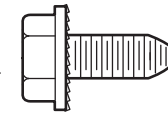
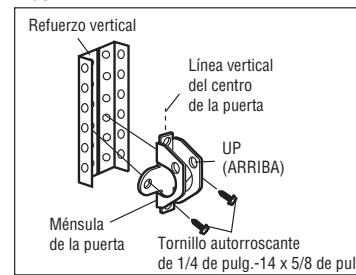

FIGURA 1
FIGURA 2
El colgante de su abre-puertas del garaje variará dependiendo de su garaje. Se muestran dos instalaciones representativas. Quizá su instalación sea diferente. Los soportes colgantes se deben colocar en ángulo (Figura 1) para lograr un soporte rígido. En los techos acabados (Figura 2), colocar un soporte metálico robusto sobre los soportes estructurales antes de instalar el abre-puertas. Este soporte y los accesorios no se incluyen con el abre-puertas.
- Taladre los orificios de sujeción de 5 mm (3/16 de pulg.) Fije la ménsula de la puerta con dos tornillos autorroscantes. (Figura 1)
- Como alternativa puede usar dos pernos de 5/16 de pulg. con arandelas de presión y tuercas (no incluidos). (Figura 2)